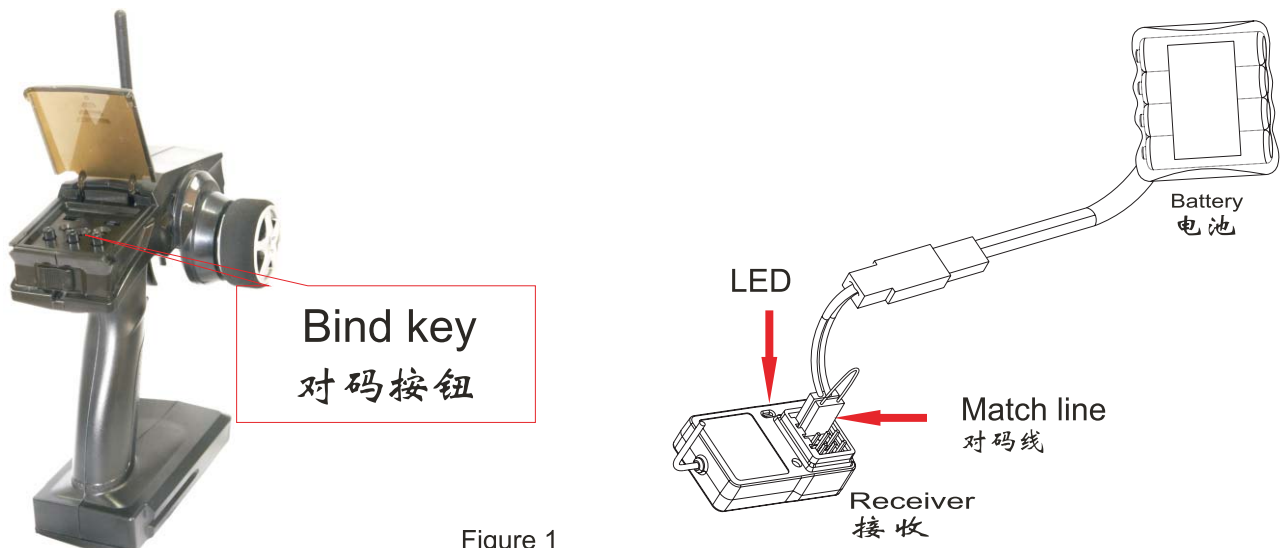

Figure 1
- B. Insert the matching lines to the channel BIND / CH3 port of the receiver. (Figure.1)。
- 2.将配对线插入接收机的BIND/CH3通道接口（如图1）。